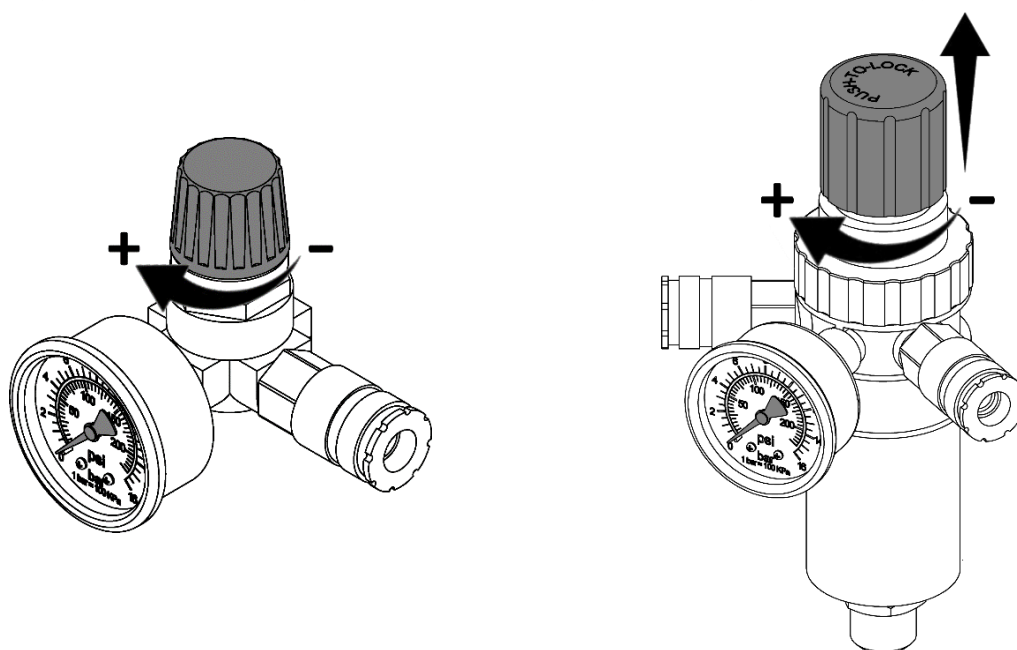

Рисунок 9
7.3.1 Настройка давления в подсоединенных пневматических инструментах регулятором давления осуществляется следующим образом (см. рисунок 9):